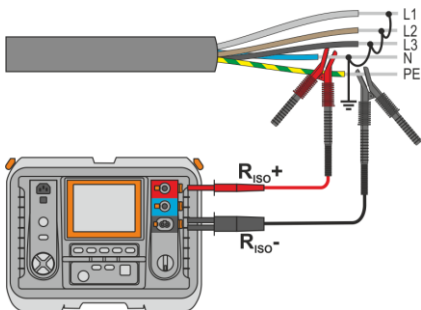

Abb. 4.3. Messung ungeschirmter Kabel
- Bei Stromkabeln sollte der Isolationswiderstand zwischen jedem Leiter und den anderen kurzgeschlossenen und geerdeten Leitern gemessen werden (**Abb. 4.3**, **Abb. 4.4**). Bei geschirmten Kabeln wird mit ihnen auch der Schirm kurzgeschlossen.